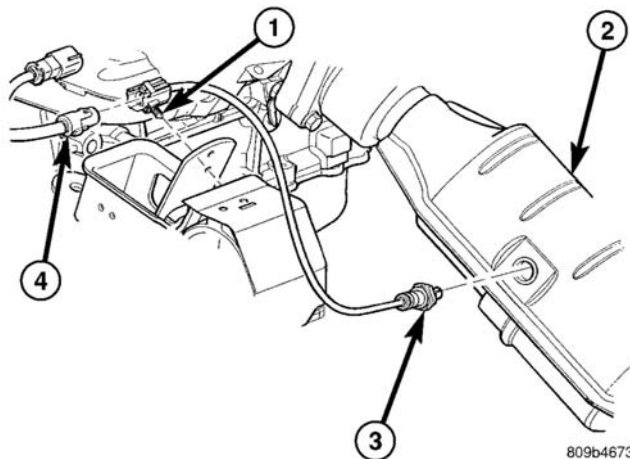

图 24 下游氧传感器（1/2）
- (1) 断开蓄电池负极电缆。
- (2) 吊起并支撑车辆。
- (3) 断开电线插接器。（图 24）